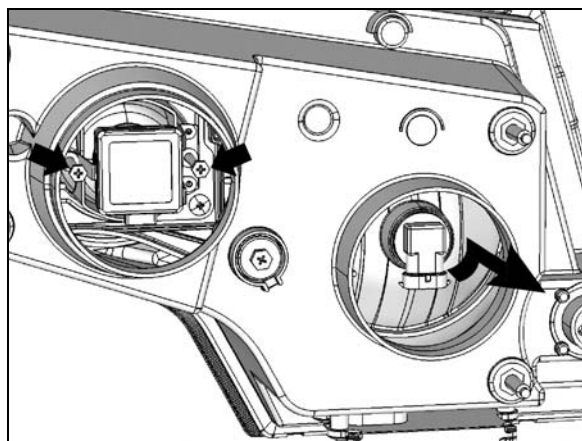

FIGURE 25 : VUE ARRIÈRE DU PHARE
5. HALOGÈNE : tourner la base de l'ampoule dans le sens antihoraire. XÉNON : dévisser les vis cruciformes indiquées par les flèches, tirer le dispositif de retenue et retirer l'ampoule (FIGURE 25).